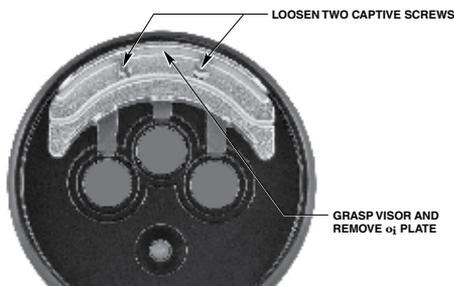

Figura 18—O_i Remoção da Placa
2. Solte os dois parafusos cativos, então segure a placa **o_i** pelo visor e a remova do detector. Veja a Figura 18.